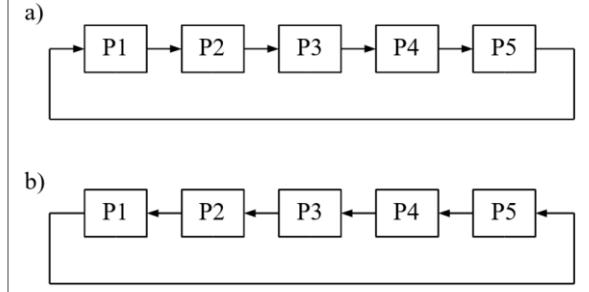

Рис. 10.6 – Черговість ввімкнення (а) та вимкнення (б) додаткових насосів
Першим буде включено той додатковий насос із наступним по порядку номером після номера насоса, який на даний момент працює в регульовальному режимі – згідно з секвенцією, показаною на рис. 10.6.
- в інтервалі кожні дві секунди вимикаються всі додаткові насоси, що працюють, відповідно до послідовності (рис. 10.6 б),